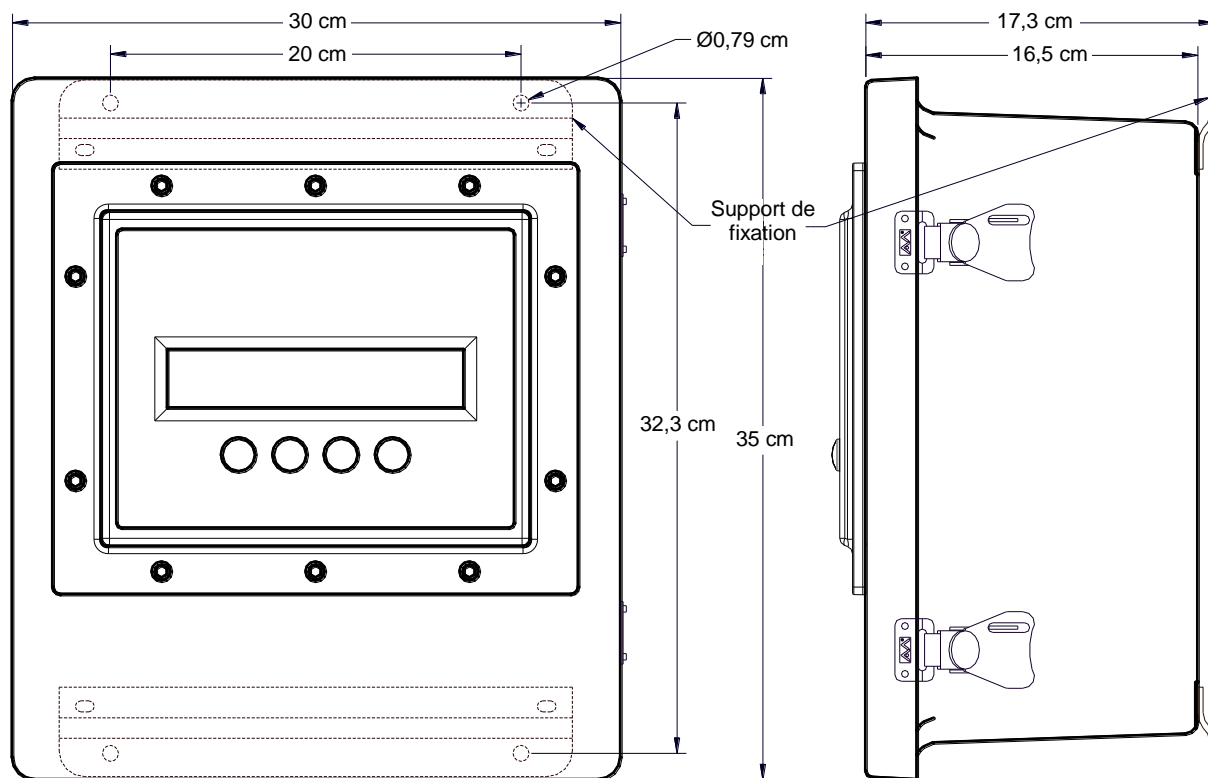
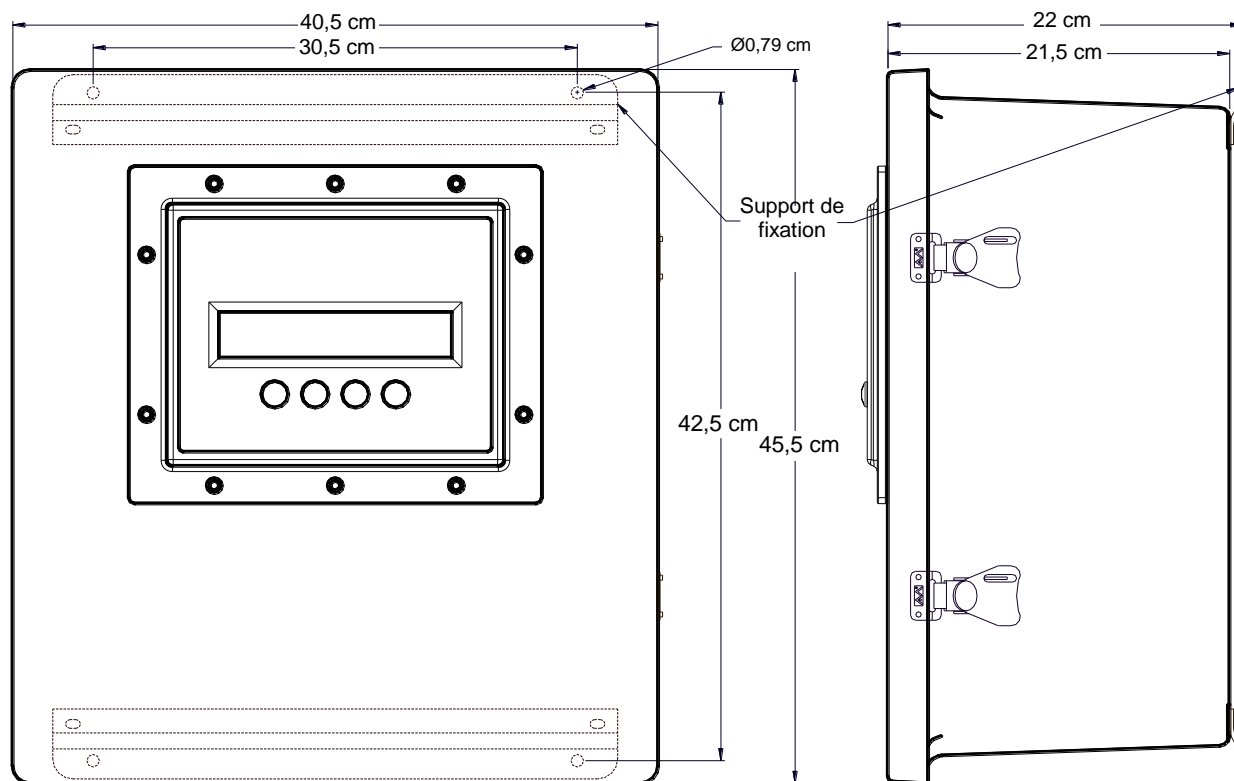

Figure 7 Installation de la centrale MX40-08-N4X et plan dimensionnel
Figure 8 Installation de la centrale MX40-32-N4X et plan dimensionnel
1. Fixez solidement le boîtier en respectant les dimensions indiquées à la Figure 7 (MX40-08-N4X) et à la Figure 8 (MX40-32-N4X).